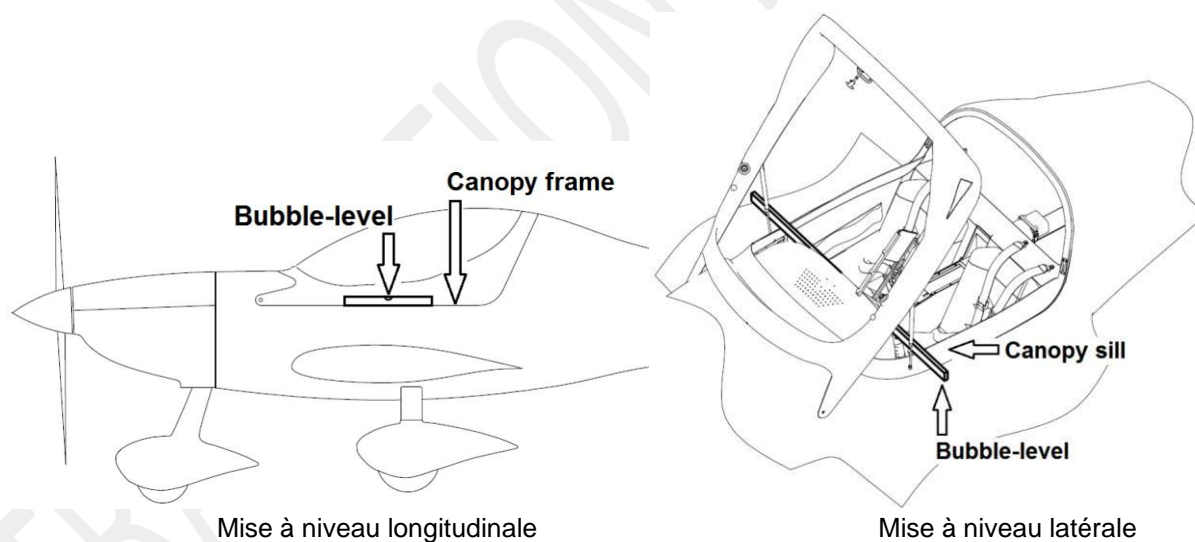

Figure 6-1 : Mise à niveau de l'aéronef
- a) Nivelez latéralement avec un niveau à bulle placé sur les bas de caisse, au-dessus du longeron principal avec la verrière ouverte (Fig. 6-1). Si le niveau à bulle n'est pas assez long, vous pouvez utiliser une extension appropriée (par exemple, même une planche de bois) avec le niveau à bulle placé au-dessus. Veillez à ne pas endommager les appuis de la cabine lors de la mise à niveau.
- c) Nivelez-le longitudinalement avec un niveau à bulle placé sur le cadre de la verrière (Fig. 6-1). Ajustez le niveau en dégonflant le pneu de la roue avant ou installez des coussins appropriés sous les bascules avant / roue principale.